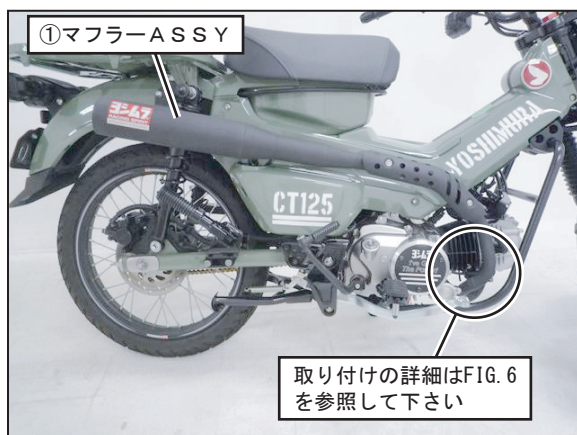

FIG. 5
5. 純正エキゾーストガasketを新品に交換し、①マフラーASSYをエンジンの排気ポート部に純正ナットを使用して仮締めして下さい。(FIG. 5, 6 参照)